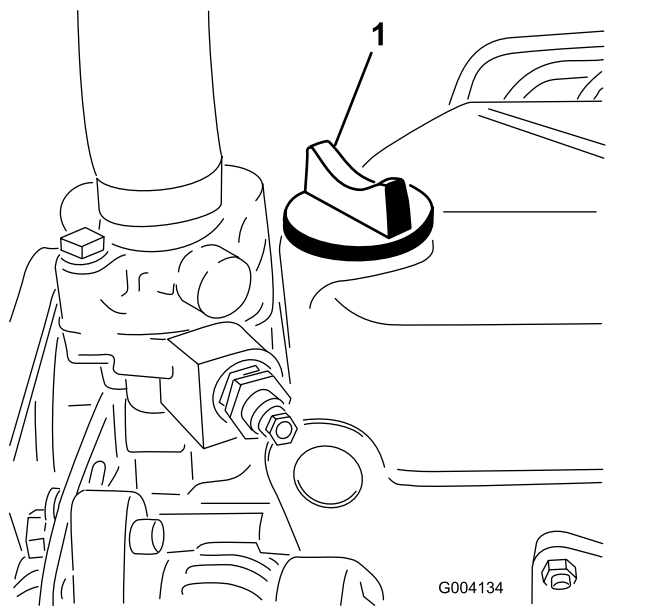

Figura 54
5. Se l'olio non raggiunge la tacca di pieno, togliete il tappo di riempimento (Figura 54) e aggiungete olio finché il livello non raggiunge la tacca. **Non riempite troppo.**